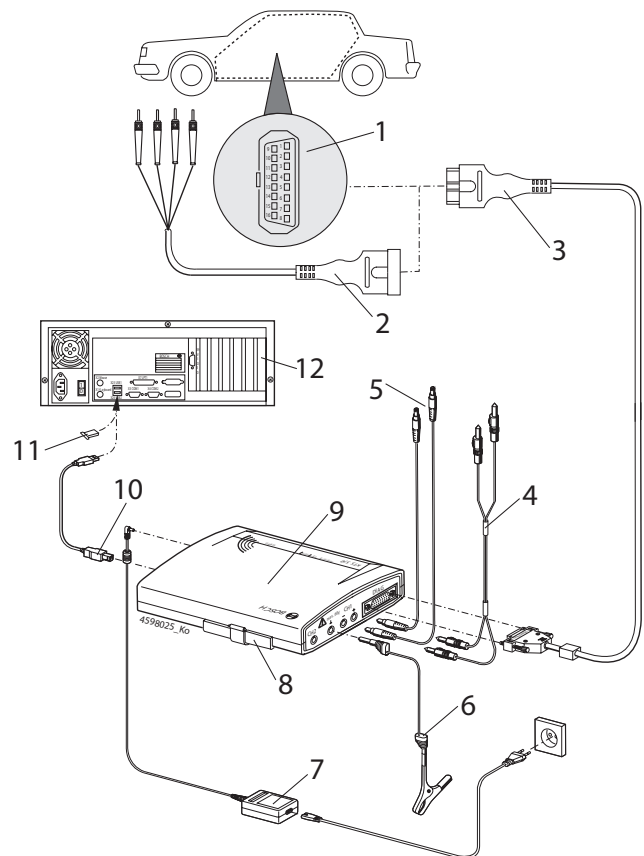

Fig. 3: Esquema de conexões, tomando como exemplo o KTS 570
! Usar o cabo de conexão UNI (fig. 3, pos. 2) apenas para medições inferiores a 30 Volt.
- do cabo de diagnóstico OBD (fig. 3, pos. 3) ou
- do cabo de diagnóstico e adicionalmente através do cabo de conexão UNI (fig. 3, pos. 2) ou